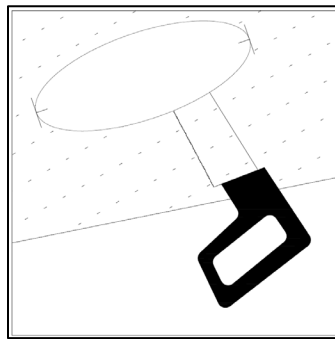

Figura 9
1. Retire la lata de actualización existente, si la hay, o quítela a un lado, ya que no será necesaria para la instalación; Si va a cortar un nuevo orificio, utilice la plantilla de orificios proporcionada. Coloque la plantilla sobre la ubicación deseada. Traza el anillo exterior con un bolígrafo o lápiz (no incluido). Corte la abertura con una sierra perforadora (se recomienda una sierra perforadora para realizar el corte preciso requerido para esta instalación) (consulte la Figura 9). El diámetro del orificio recomendado es 2,5".